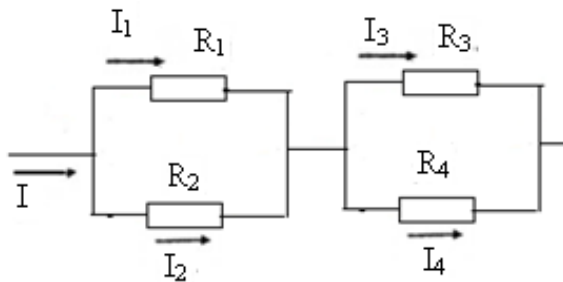
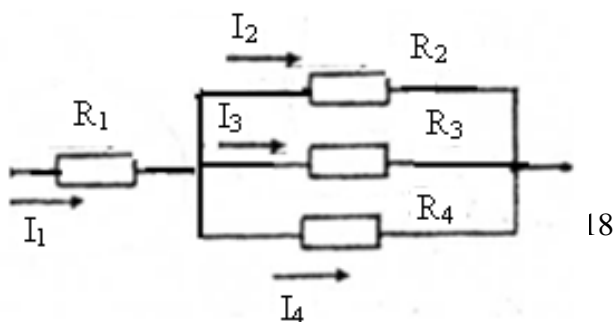

Рис. 2
Рис. 3
1. Заменяем источник э.д.с. E короткозамкнутым участком (т.к. его $r_{вн}=0$) (схема рис.2).
Т.к. конфигурация цепи изменилась, то в цепи рис.2 протекают токи отличные от токов цепи рис.1. Их называют первые частичные токи и обозначают со штрихом.
Т.к. схема упростилась, то токи можно рассчитать, применяя правило плеч. Схему цепи рис.2 более наглядно представим на рис.3.